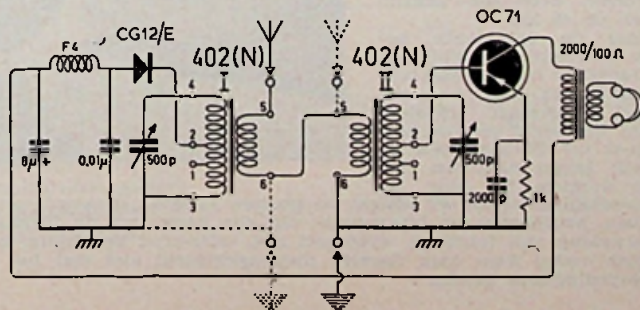

Fig. 1 - Experimentele schakeling voor een transistorontvanger met r.f. voeding.
Een methode, die wel in onze mogelijkheden ligt, is het gebruik van de via de antenne aan huis afgeleverde r.f. energie. De clou is, dat we twee verschillende afstemkringen hebben: de eerste zorgt voor de „voeding” van een eenvoudig transistorontvangertje, de tweede voor diens afstemming op de gewenste zender. Fig. 1 geeft een experimentele schakeling weer, die hier in het Gooi zeer goed voldeed. De geluidsterkte was op koptelefoon soms zo groot, dat men de schelpen nauwelijks op de oren velen kon. Een grote antenne, goede aardleiding en een gevoelige koptelefoon zijn echter wel vereist. Gebruikt werd een „dump” dynamische koptelefoon met aanpassings-transformator 2000 Ω /100 Ω . Vermoe-
Over de resultaten nog het volgende: Bij de lage „voedingsspanning” klinkt het geluid vervormd en is de bereikte geluidsterkte gering. Men kan dan proberen de diode direct aan aansluiting 4 van de 402 (I) te zetten. De afstemming wordt dan wel erg onscherp. Men kan ook twee afzonderlijke antennes gebruiken (stippellijnen in fig. 1). Ook kan een andere emitterweerstand verbetering brengen of aansluiting van de basis op stift 1 van 402 (II). Misschien is het ook mogelijk de „voedingskring” als zeefkring te schakelen, ik heb dit evenwel nog niet kunnen proberen. Nogmaals wil ik er de nadruk op leggen, dat men alléén een behoorlijk resultaat kan verwachten als men voldoende dicht bij een zender woont en een flinke antenne en goede aardleiding gebruikt. Desondanks is het een leuk „knoeiobject”, dat met betrekkelijk weinig materiaal vele mogelijkheden tot experimenteren biedt. Ik ben nieuwsgierig naar de bevindingen van anderen.